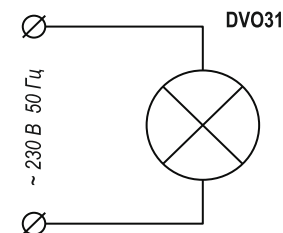

Рисунок 2. Схема подключения светильника DVO31 к питающей сети
- 8.5 Осуществить подключение изделия в соответствии со схемой подключения (рис.2).